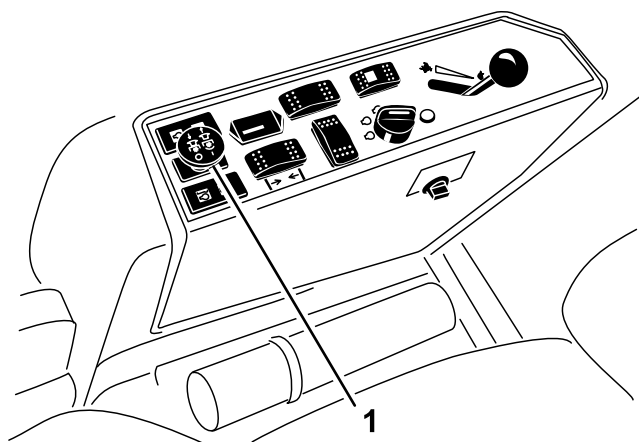

Figure 23
3. Tirez sur la commande de PDF pour engager la PDF (Figure 23).